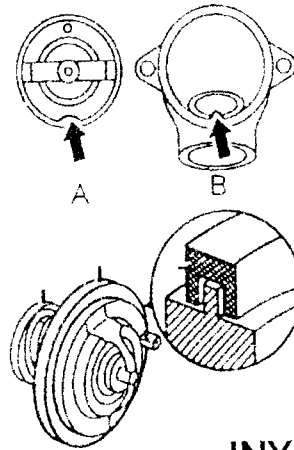

Fig. 25: Termostato
El termostato está alojado en una caja fijado sobre el lado derecho del motor, su desmontaje se efectúa de la manera siguiente: Vaciar el circuito del liquido de refrigeración respetando las reglas de seguridad. Desmontar el canal inferior de aire de sobrealimentación (motor 601 970). Desmontar el tubo de liquido de refrigeración de la caja de termostato. Desmontar la carcasa y retirar el termostato. Los valores de control están indicados en los "Datos Técnicos". Si el termostato debe ser sustituido, montar el nuevo en su caja de manera que la ranura corresponda con el estriado situado en la caja (flechas). El apoyo (1) debe engrasar con el estriado de la caja de termostato (Fig. 25) La junta de estanqueidad debe ser sistemáticamente sustituida en cada intervención, atención a la posición de montaje.